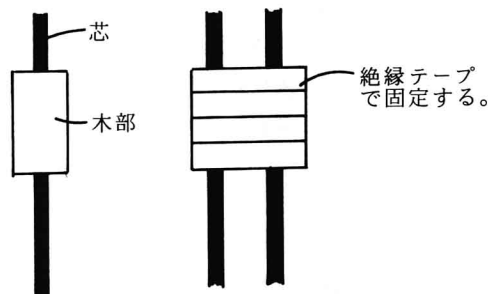

図3 鉛筆の芯による電極
- ① 鉛筆を半分に折り、その上端と下端の木部を削り芯を出す。このように作った2本の木部が接するように絶縁テープで固定して電極にする(図3)
- ② 実験6でつくった結晶硫酸鉄を(Ⅱ)を 100 ml ビーカーに入れ水にとかす。
- ③ 鉛筆芯による電極を入れ、0.2 A、8～10 V の電圧をかける。
- ④ 電源を切ってから電極を液の中で上下に動かし、電極についている鉄を落とす。ろ過して生じた鉄をろ紙上に回収させる。
- ⑤ 回収した鉄を 6 M  $\text{HCl}$  にとかし、1 %  $\text{K}_3[\text{Fe}(\text{CN})_6]$  を加えさせる。